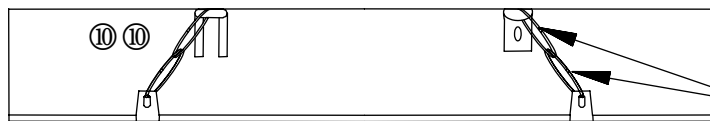

FIGURE 4.
3. Installer les attaches de câble (4) (**fig. 4 ci-dessus**) à travers le support du pneu de secours (attacher à la barre d'impact, et non au pneu de secours) en formant une large boucle. Faire passer les deux (2) attaches de câble restantes à travers les pattes du carénage, puis la large boucle {attacher les deux (2) attaches de câble ensemble}.